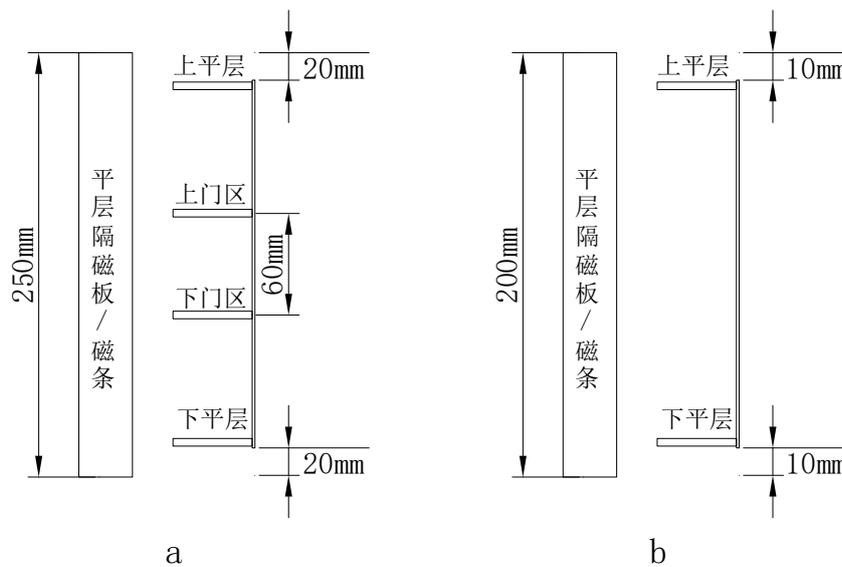

图 3-8.1 门区感应器安装位置示意图
- 平层隔磁板/磁条必须安装在轿厢运行至平层区域，且门区感应器及平层隔磁板/磁条的水平安装位置符合图 3-8.1 所示要求；